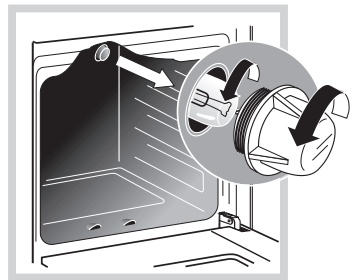

Рис. 16
- Открутите стеклянный плафон (рис. 16).